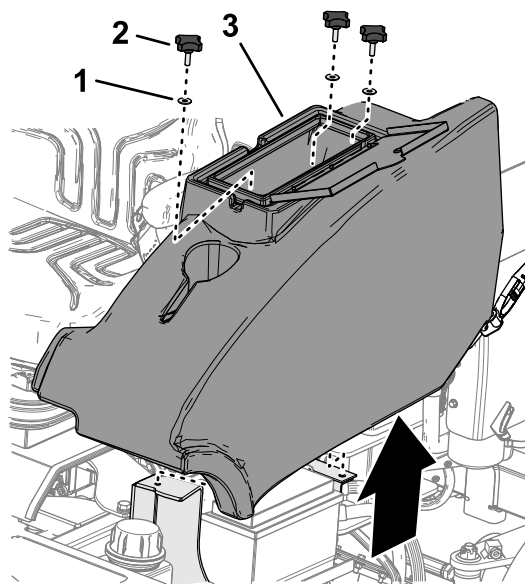

Figura 45
- A sinistra della piattaforma dell'operatore, aprite lo sportello del vano portaoggetti (**Figura 45**).
- Rimuovete le 3 manopole e le 3 rondelle che fissano il vano portaoggetti alla macchina, e rimuovetelo (**Figura 45**).